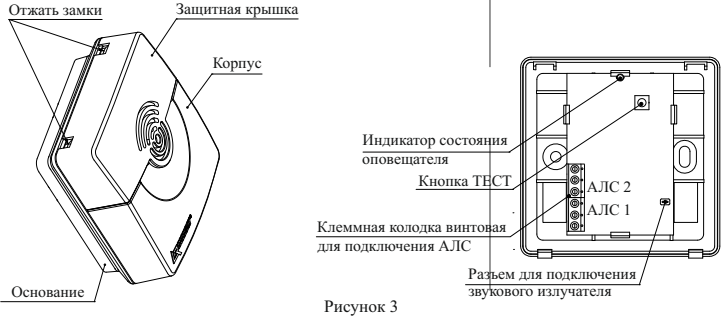

Рисунок 3
- 5.5 Контроль работоспособности оповещателя осуществляется нажатием на кнопку ТЕСТ (рисунок 3) или направлением луча оптического тестера ОТ-1 на индикатор (луч следует направлять перпендикулярно плоскости установки оповещателя). При контроле оповещатель переходит в состояние «Тест», при котором индикатор непрерывно светится. Состояние «Тест» удерживается оповещателем до получения команды «Снять тест», формируемой прибором. В журнале событий прибора регистрируются записи «Тест есть», а по команде «Снять тест» – «Тест нет».
- 6.4 Для установки оповещателя необходимо отжать замки и аккуратно отсоединить крышку корпуса вместе с защитной крышкой от основания (рисунок 3).